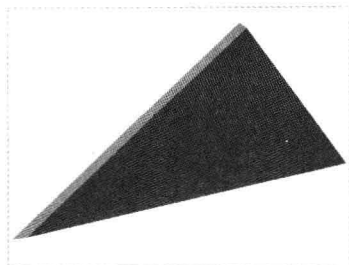

图 4-8 图形文件
Step 01 按【Ctrl+O】组合键，打开图形文件，如图 4-8 所示。